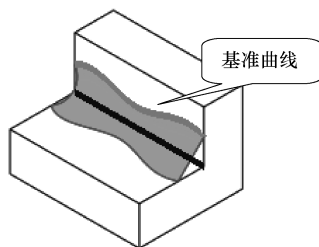

图 7-81 通过曲线确定圆角大小
(2) 圆角通过曲线。如图 7-81 所示，已经创建了基准曲线，可以设置圆角通过基准曲线。在【集】下滑面板单击 **通过曲线** 按钮，在模型上选择基准曲线，便可生成通过基准曲线的圆角。